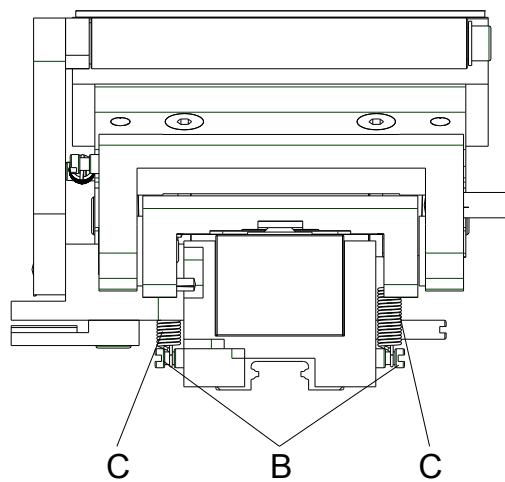

Abbildung 20
2. Beide Zugfedern (C, Abbildung 20) mit einer Pinzette von den Federpfählern (B, Abbildung 20) schieben.